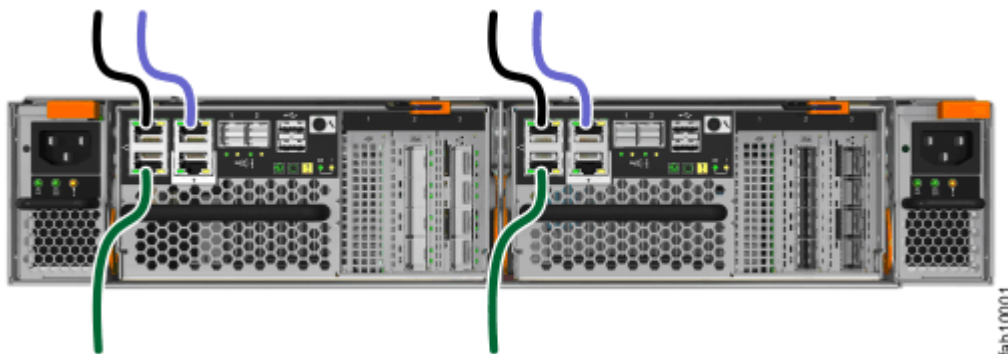

図 6. イーサネット・ケーブルの接続
1. システム内の各ノード・キャニスターのイーサネット・ポート 1 を、システム管理インターフェースへの接続を行う IP ネットワークに接続します (18 ページの図 6 を参照)。
2. オプションとして、システム内の各ノード・キャニスターのイーサネット・ポート 2 を、システム管理インターフェースとの冗長接続を提供する 2 番目の IP ネットワークに接続します (18 ページの図 6 の薄い色のケーブル接続を参照)。